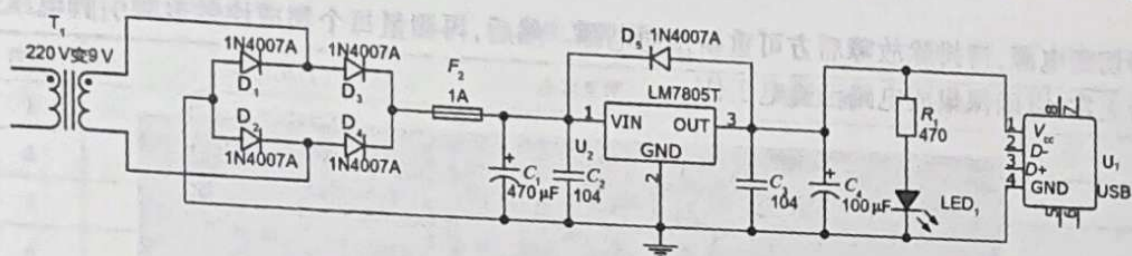

图 1-3 手机充电器电路原理图
(1) 根据知识链接中的步骤对电路进行仿真操作(扫二维码观看仿真过程);完成后进行截屏,录屏,并上交作品;电路原理图如图 1-3 所示。